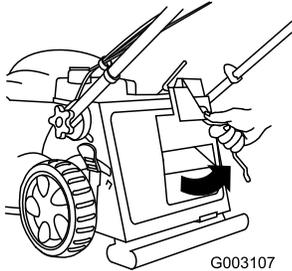

Figura 25
1. Gire la varilla de cierre a la derecha y retire el tapón de mulching (Figura 25).